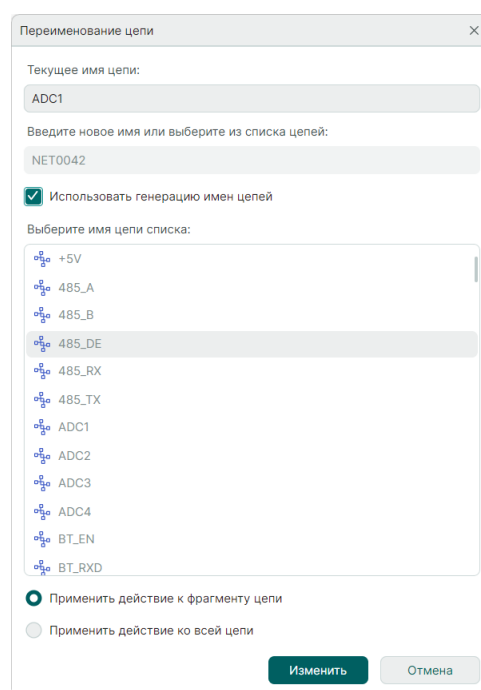

Рис. 118 Автогенерация имен
- Использовать автогенерацию имен цепей, поставив флаг «Использовать генерацию имен цепей», см. Рис. 118. При этом в поле «Введите новое имя или выберите из списка цепей:» система выведет будущее сгенерированное имя создаваемой цепи, а список имеющихся на схеме цепей будет недоступен для выбора.